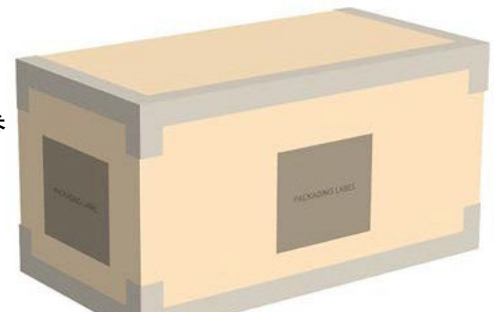

图 2
2. 所有 FOL（完全重叠）外箱应在三个边缘上贴胶带（参考右图 2）